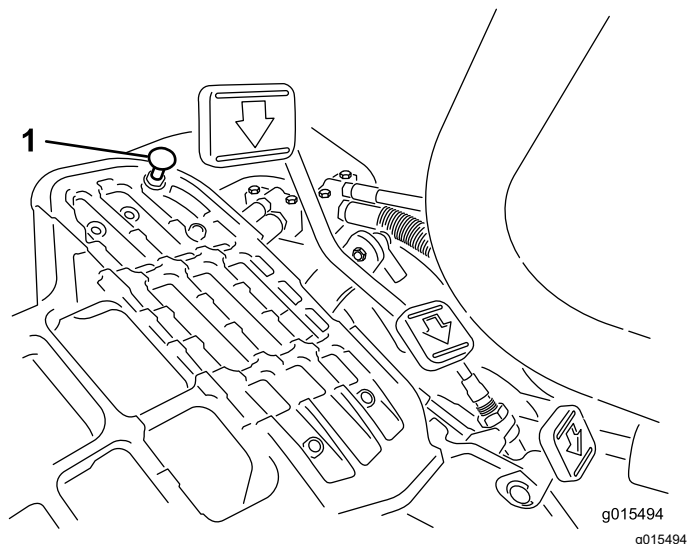

Figure 43
Pour obtenir la vitesse de transport maximale, placez le sélecteur de fonction en position TRANSPORT et appuyez sur la pédale de déplacement. Si la pédale arrive en butée (Figure 43) avant que la tension soit ressentie sur le câble, procédez au réglage suivant :
1. Placez le sélecteur de fonction à la position TRANSPORT et desserrez le contre-écrou qui fixe la butée de la pédale au plancher (Figure 43).